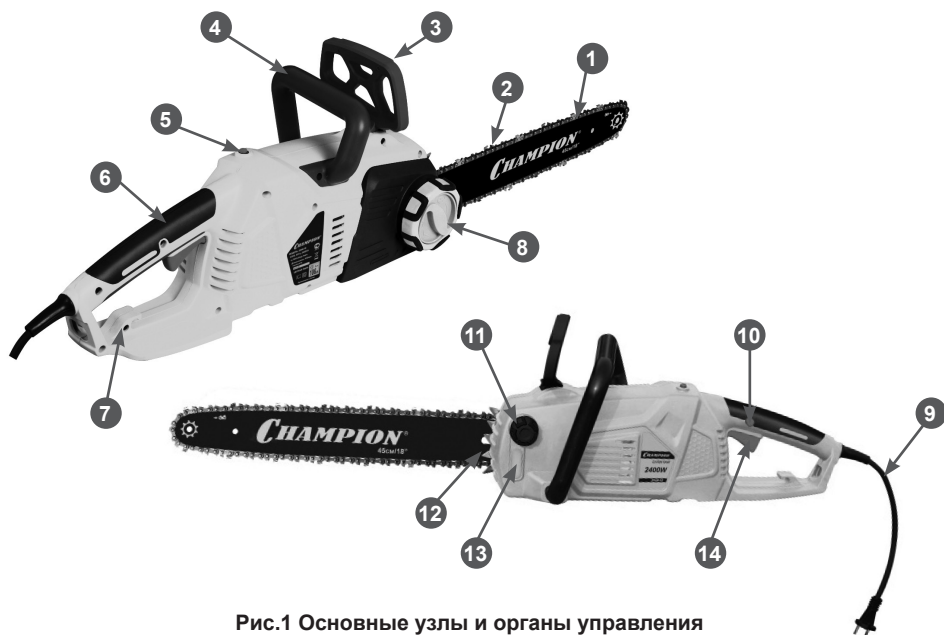

Рис.1 Основные узлы и органы управления
Номера перед описаниями соответствуют номерам на Рис.1 — это поможет Вам найти то или иное предохранительное устройство.
Для заправки бака маслом открутите крышку бака (11) Рис.1 и залейте необходимое количество масла, затем плотно закрутите крышку бака. Уровень масла в баке контролируйте по указателю уровня (13) Рис.1.
при сбоях в системе электропитания. В случае срабатывания кнопки теплового предохранителя (5) Рис.1 следует освободить пилу из реза, проверить техническое состояние пильной гарнитуры (исправность направляющей шины, заточку цепи). Проверить состояние питающих кабелей и величину подаваемого напряжения.
Направляющая шина (1) Рис.1 работает в тяжелых условиях и подвержена сильному износу. Для того, чтобы избежать одностороннего износа необходимо периодически переворачивать шину, например, один раз через 8-10 часов работы.